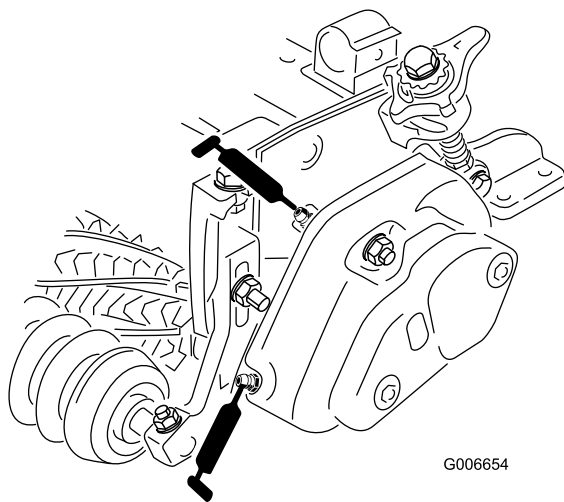

Figura 14
25. Llene el alojamiento del cojinete de cada molinete con grasa (Figura 14). El exceso de grasa saldrá entre las juntas interiores y los protectores.
26. Engrase cada uno de los cojinetes del acondicionador (2 o 3 aplicaciones como máximo) (Figura 14). No aplique demasiado grasa, porque un exceso de grasa podría causar un fallo de la junta. Limpie cualquier exceso de grasa.